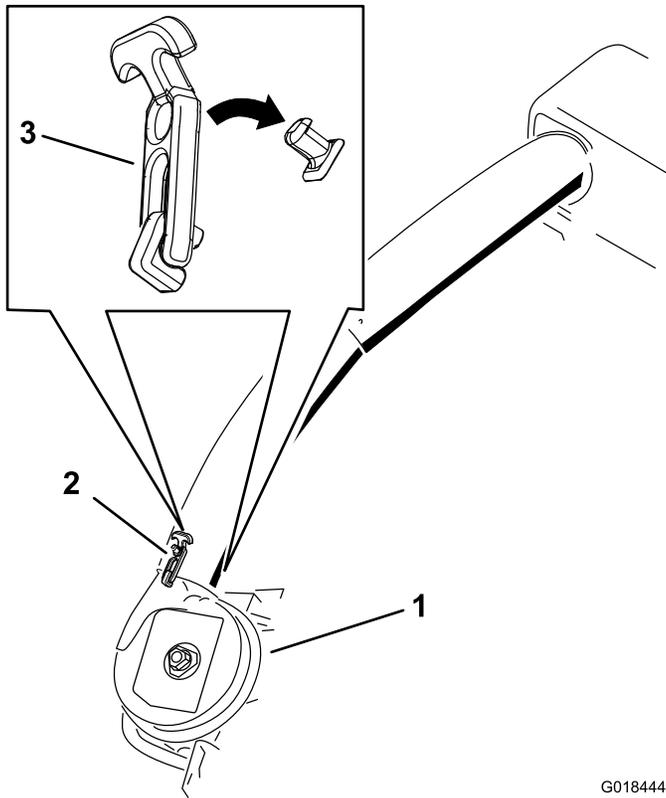

Figure 28
- Utilisez les deux verrous pour fixer le tube inférieur au ventilateur (Figure 28).
21. Utilisez les deux verrous pour fixer le tube inférieur au ventilateur (Figure 28).